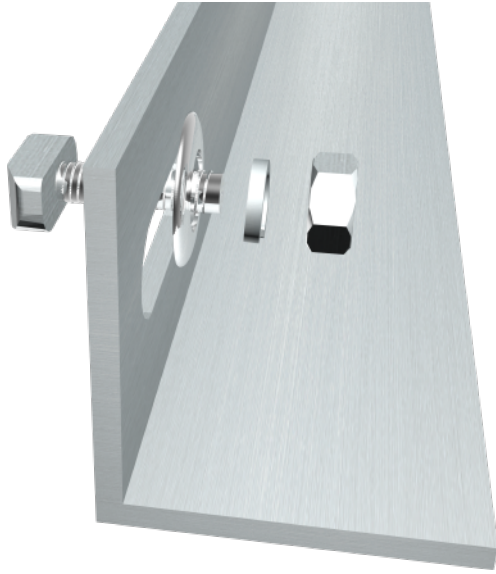

图1
2.4a,将横梁85 放在纵梁80 上 (图1) (较长阵列安装时建议每组安排3-4 人进行安装) ;
2.6a,先将T形螺栓组件预锁在后斜拉撑条形孔上（图1）；